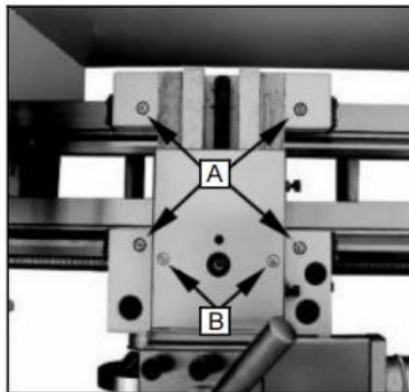

Fig. 36
2. Rändelschraube (B, Abb.36) und Öffnen Sie die gleiten
Schmieren Vier Öle Häfen (A, Abb. 36) mit 20W Maschine o ich einmal täglich.
Zwei Öle einfetten Häfen (B , Abb. 36) mit 20 Watt Maschine oil einmal täglich.